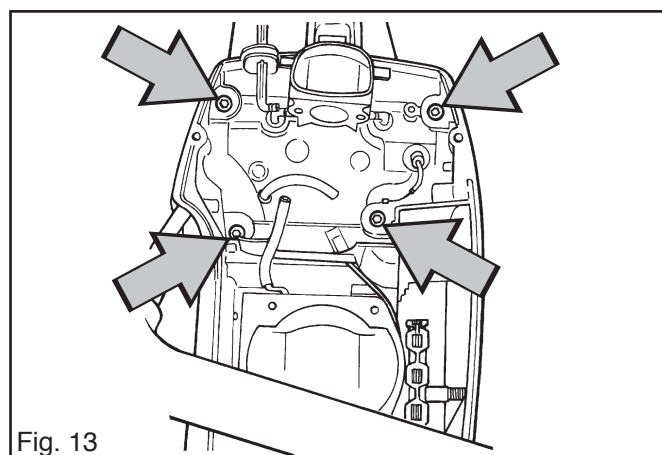
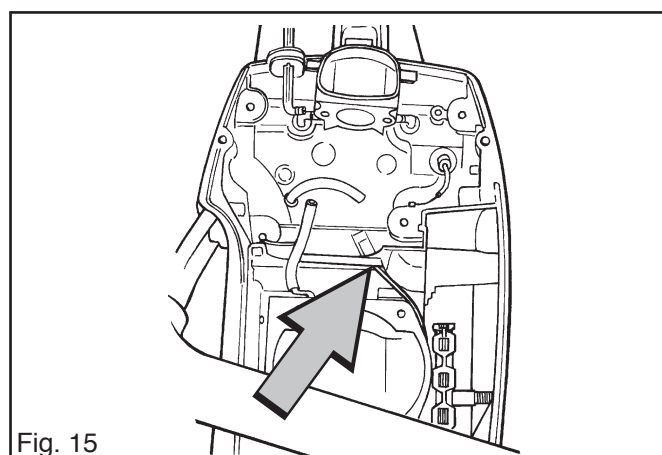

Fig. 13
Fig. 15
2. Retirer le fond du carburateur en dévissant les quatre vis. Voir fig. 13.
6. Placer le câble comme sur la fig. 15 et le raccorder à l'interrupteur.
7. Monter le fond du carburateur en installant les quatre vis. Voir fig. 13. Vérifier que le câble est bien dans l'évidement du fond du carburateur comme sur la fig. 15. Couple de serrage des vis 5 Nm.